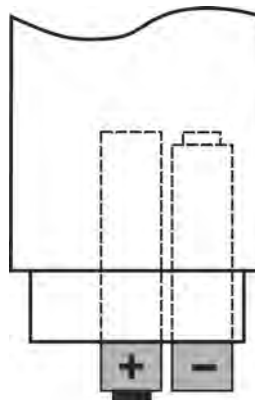

Fig. 8: Sustitución pilas
3. Inserte nuevas pilas del mismo tipo (ver el § **Errore. L'origine riferimento non è stata trovata.**) respetando las polaridades (ver la Fig. 8).